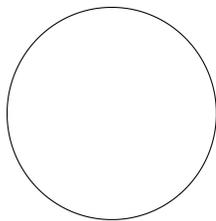

图 2-51 绘制圆
(1) 单击“默认”选项卡“绘图”面板中的“圆”按钮, 绘制一个圆心坐标为 (150,150)、半径为 50 的圆, 结果如图 2-51 所示。
(2) 单击“默认”选项卡“绘图”面板中的“多边形”按钮, 绘制正六边形, 命令行提示与操作如下。